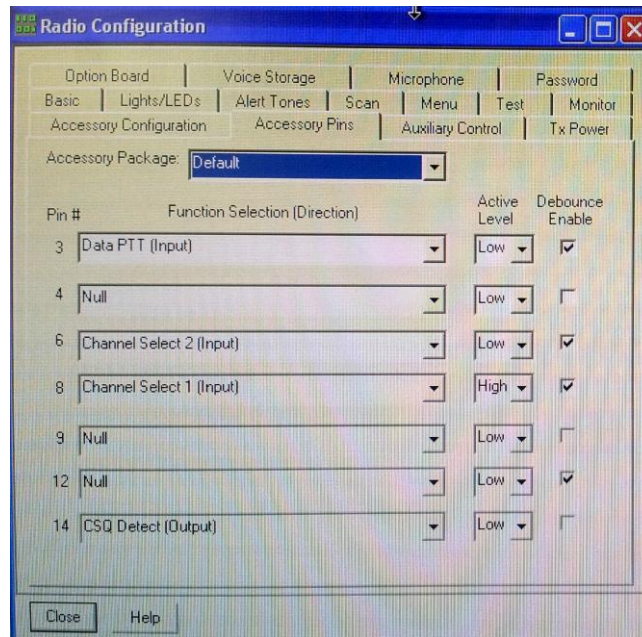

Figura 3.15 Programación de pines.
13. programando los pines del radio necesarios ver Figura 3.15 .